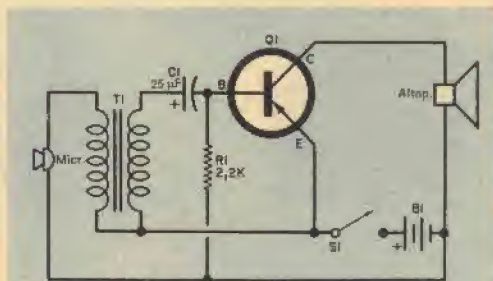

Fig. 1 - Circuito di un amplificatore audio utilizzabile anche come megafono di potenza.
**Circuiti a transistori** - Nella *fig. 1* è riportato il circuito di un amplificatore progettato da un dilettante. Il dispositivo, che può funzionare ottimamente come megafono, è poco costoso, di facile costruzione e di sicura riuscita.